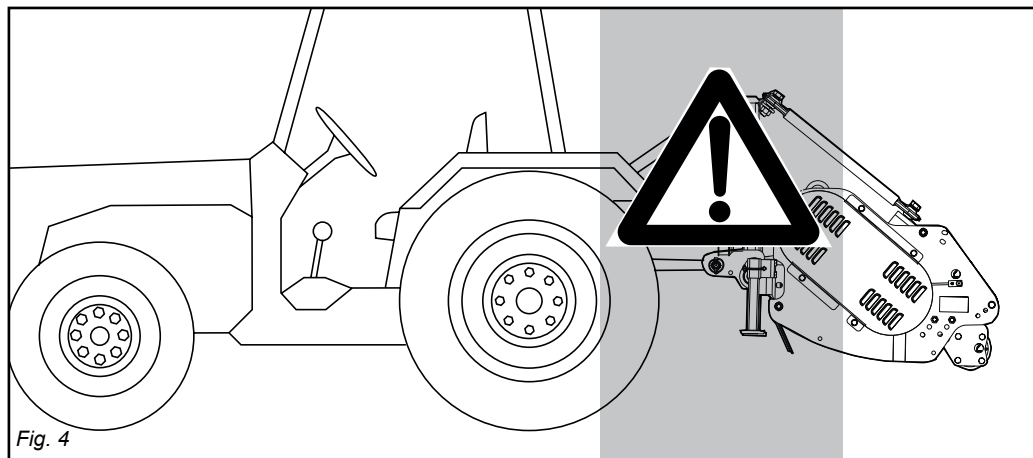

Fig. 4
- 26) È assolutamente vietato interporre tra il trattore e la macchina (Fig. 4) con motore acceso e cardano inserito nonché senza aver azionato il freno di stazionamento ed aver inserito, sotto le ruote, un ceppo o un sasso di bloccaggio.
- 30) È assolutamente vietato interporre fra il trattore e l'attacco della macchina per manovrare il comando dall'esterno per il sollevamento (Fig. 4).
- 26) Det er strengt forbudt at gå ind mellem traktoren og maskinen (Fig. 4) mens motoren er tændt og kardanakslen koblet til og uden at have trukket håndbremsen og have blokeret hjulene med en klods eller en stor sten.
- 30) Det er strengt forbudt at gå ind mellem traktoren og tilkoblingen til maskinen for at styre liften udefra (Fig. 4).
- 26) Det är absolut förbjudet att stå mellan traktor och maskin (Fig. 4) när traktormotorn är igång och kraftuttaget är tillslaget utan att först ha aktiverat parkeringsbromsen och placerat stoppkilar för traktorn hjul för att förhindra denna från att rulla iväg. Håll nödvändigt säkerhetsavstånd till slagorna eftersom dessa kan slunga iväg lösa stenar eller dylikt under arbetet.
- 30) Det är absolut förbjudet att stå mellan traktor och redskap när 3-punktslyften manövreras (Fig. 4).